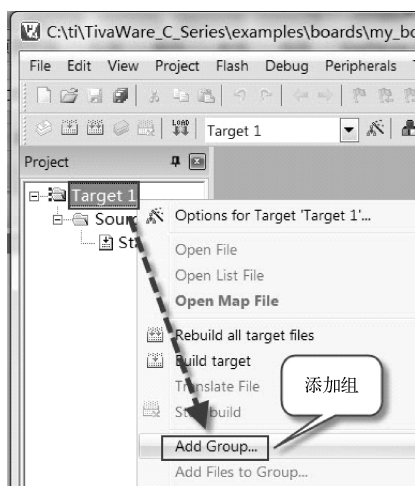
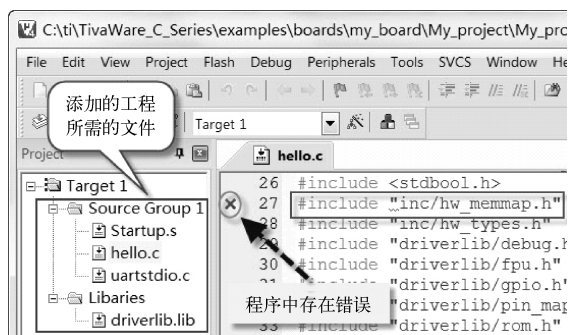

图 1-51 给空工程中添加新组
图 1-53 工程添加的源文件与库文件
2) 为工程创建与添加源文件，如图 1-51 ~ 图 1-53 所示。